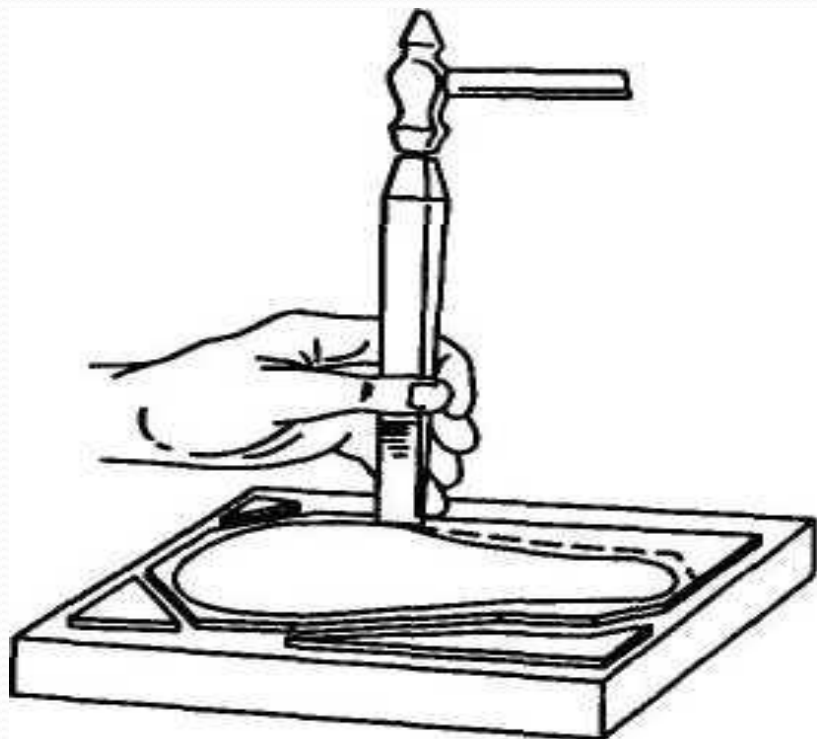

Рис. 2.26. Рубка листового материала
- **режущую кромку зубила затачивать не прямолинейно а с некоторой кривизной (рис. 2.26);**